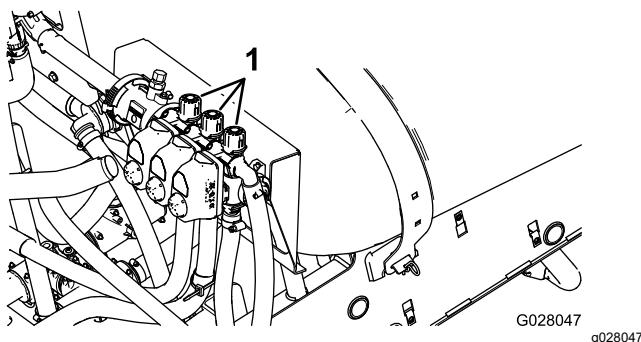

Bild 85
2. Stellen Sie den linken Abschnittsschalter aus und das Auslegersicherheitsventil (Bild 85) ein, bis der Druck am vorher angepassten Niveau (normalerweise 2,76 bar) liegt.
4. Stellen Sie das rechte Abschnittssicherheitsventil (Bild 85) ein, bis der Druck am vorher angepassten Niveau (normalerweise 2,76 bar) liegt.
6. Stellen Sie das mittlere Abschnittssicherheitsventil (Bild 85) ein, bis der Druck am vorher angepassten Niveau (normalerweise 2,76 bar) liegt.